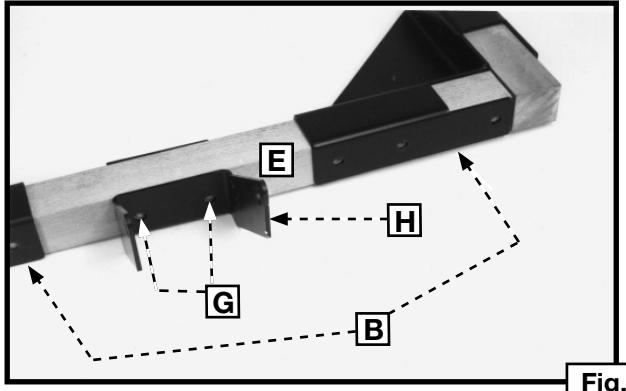
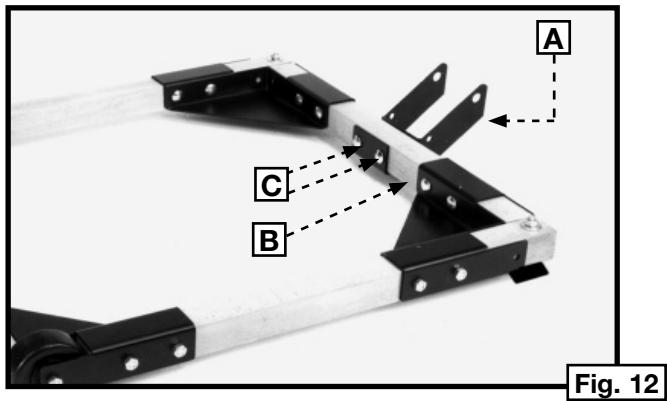

Fig. 8
Fig. 12
8. Con las tablas laterales y extremas en su lugar (B), Fig. 8, coloque el soporte giratorio (H) en el extremo de la base, a mitad de camino entre los soportes (B) donde se ubicarán el pedal de pie y el montaje de las ruedas.
NOTA: Coloque el soporte giratorio (H), Fig. 8, en dirección directamente opuesta a las dos ruedas (Fig. 12). Marque los dos lugares (G), Fig. 8, donde taladrará los orificios pasantes de 11,11 mm (7/16") para montar el soporte giratorio (H).
Coloque el soporte giratorio(A) , Fig. 12, debajo de la base de madera (B) y asegure con dos pernos de cabeza de hongo de 50,8 mm (2") (C) y tuercas hexagonales (no se muestra).
NOTA: Introduzca los pernos de cabeza de hongo (C), Fig. 12, desde el interior del soporte (A) de modo que los cuadrados de debajo de las cabezas de los pernos encajen en los orificios cuadrados del soporte giratorio (A).